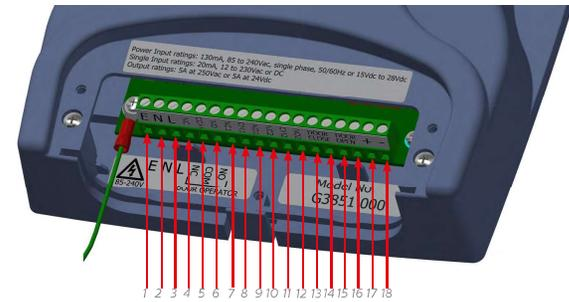

Fig 3: Instalación
- Conecte el controlador al suministro de corriente y a las entradas (véase Fig 3 debajo)